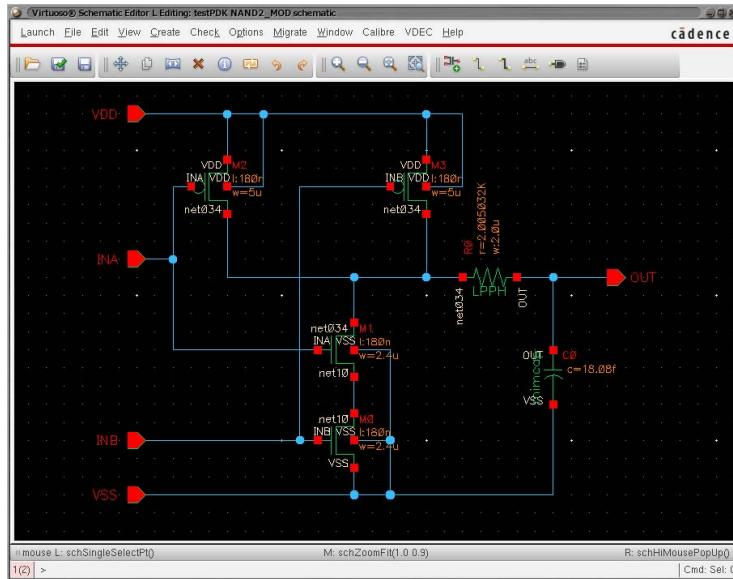

図 57: 変更を加えた 2 入力 NAND 回路図
10. mimcap の symbol を OUT 出力から VSS に接続し、図 57 に示すような回路図を作成する。